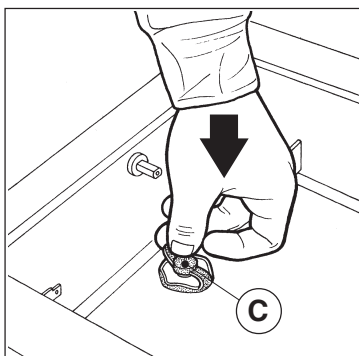

Abb. 4
- 5) Setzen Sie die Schutzkappe (C) in die mittlere Bohrung gemäß (Abb. 4).